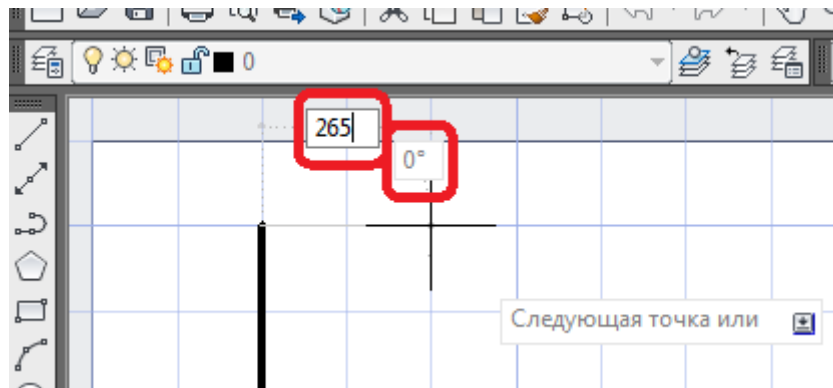

Рисунок 2.4
- переместить курсор вправо, в горизонтальном направлении под углом 0° (рис. 2.4).